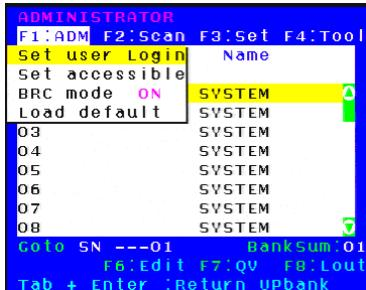
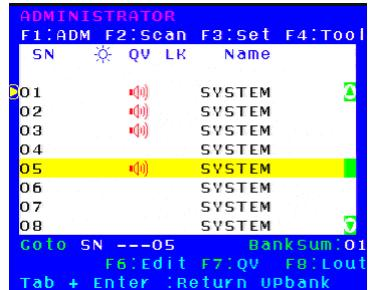

图 4-1.6
图 4-1.7
- ◆ BRC Mode off- 按【Enter】键，关闭或者打开 BRC 广播模式（图 4-1.6）。进入主菜单，按【F7】按键增加或者删除需要广播的端口，设置为广播的端口在主菜单 QV 栏目下显示为小喇叭状，如图 4-1.7
【F1】→BRC Mode OFF→按【Enter】键→BRC Mode ON (图 4-1.6)
按【↑】【↓】键→选择需要打开广播功能的端口→按【F7】→主菜单 QV 栏内会出现小喇叭图标（图 4-1.7），该端口已进入广播模式
按【F1】→BRC Mode OFF →按【Enter】键，进入主菜单，所有带有 🔊 图标的端口改为喇叭图标(图 4-1.7)